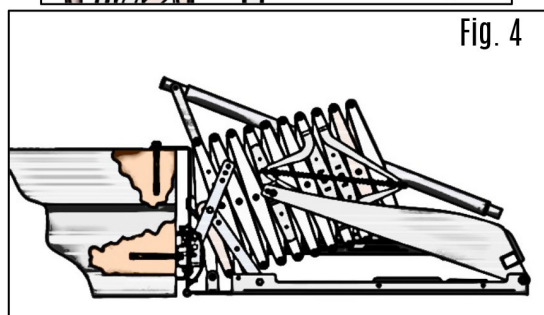

Fig. 4
4. Assicurarsi di aver stretto le viti tra la piastra portante e il supporto fisso.(Fig.4)
4. Make sure that the screws between the carrier plate and the fixed support are tighten.(Fig.4)